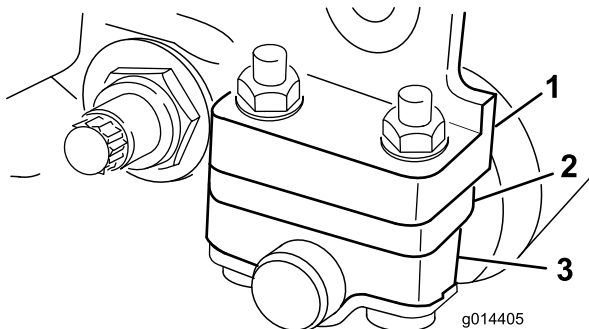

図 4
1. 使用する刈高範囲に合わせて後ローラ・ブラケットの取り付け位置を上位置または下位置に変更する(図 3and 図 4)。
- ・ 刈高範囲が 3～25.4 mm の場合は、スペーサを、取り付けフランジの下にセットする(図 4)。